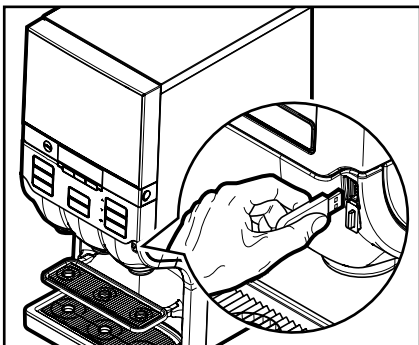

Fig. 29
- Sett den medleverte USB nøkkelen i USB porten på automaten. (Fig. 29)